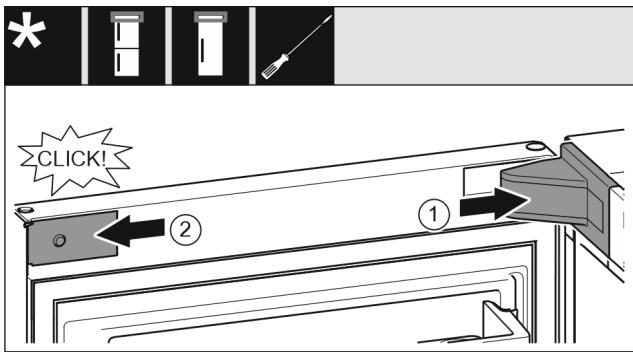

Fig. 28
- ▶ Mettre en place le cache du support de palier Fig. 28 (1) et l'enclencher. Au besoin, l'écarter avec précaution.
- ▶ Placer le cache Fig. 28 (2) sur le côté et l'enclencher.